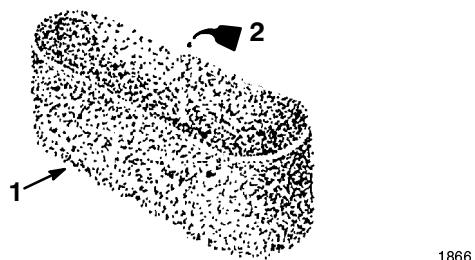

Bild 26
- C. Gießen Sie etwas Öl auf den Einsatz (Bild 26). Drücken Sie den Einsatz, um das Öl zu verteilen.